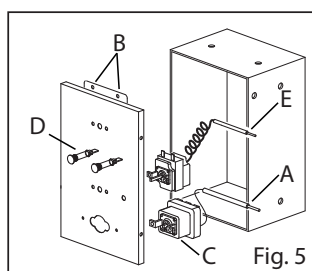

Fig. 5
- Sacar el bulbo de la válvula del recipiente (Fig. 5/A)
- Quitar la tapadera (Fig. 5/B)
- Desenroscar el termostato de la tapadera y quitar el termostato (Fig. 5/C)
- Sacar el bulbo de la válvula del recipiente (Fig. 5/E)
- Montar la nueva bombilla (Fig. 5/D)